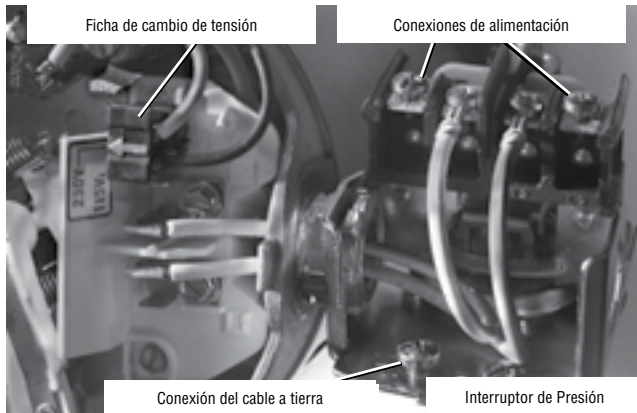

Figura 5: Tensión configurada para 230 V, tipo ficha.
4. Conecte los conductores de alimentación a los dos tornillos exteriores en el manóstat según se ilustra en el Figura 5.
5. Conecte el cable a tierra a una de las conexiones a tierra según se ilustra en la Figura 5.
1. Conecte el alambre de puesta a tierra primero según se ilustra en la Figura 5. El alambre de puesta a tierra debe ser un alambre de cobre sólido por lo menos tan grande como los alambres de suministro de corriente.
4. Conecte los alambres de suministro de corriente al conmutador de presión según se ilustra en la Figura 5.